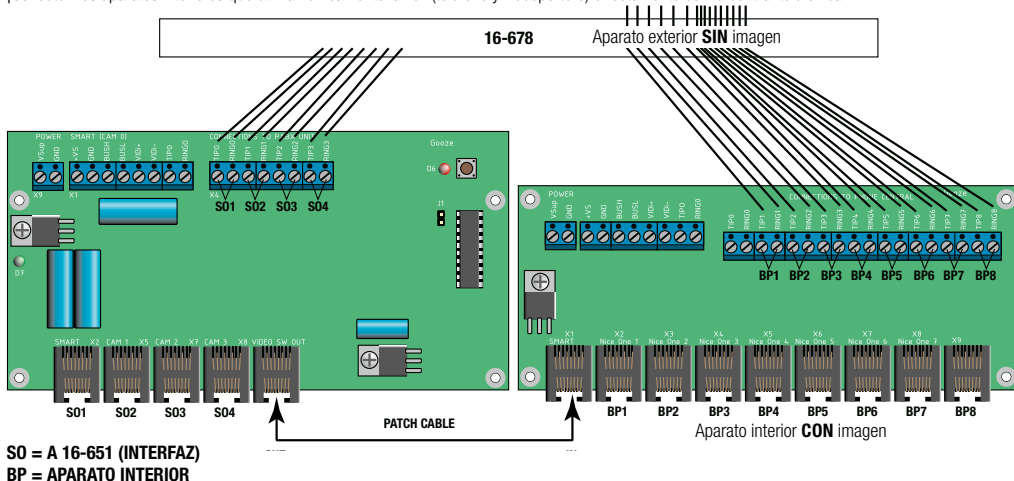

fig.1: circuito impreso selector (izquierda) y circuito impreso repartidor (derecha) situados en el interior del selector de vídeo 16-676-01.
- Conectar el cable de conexión puente suministrado a los conectores RJ45 como se indica en el fig. 1.
- Conectar los aparatos exteriores y/o los módulos de cámara (máx. 4) a los conectores RJ45 lo más a la izquierda posible (fig.1).
Sacar la clavija de la toma antes de enchufar el aparato. La cara trasera del selector de vídeo está provista de aperturas a través de las cuales podrán pasar las líneas telefónicas. Conectar las líneas telefónicas analógicas al bloque de conexión situado en el interior del selector de vídeo (fig. 1). Las conexiones TIPO y RING0, ..., TIP3 y RING3 de la placa electrónica izquierda del selector son las de las líneas telefónicas a las cuales están conectadas las interfaces (entradas SO1, SO2, SO3 en SO4).
Si una interfaz (aparato exterior con cámara) o una interfaz de cámara (cámara externa) está conectado a uno de los bornes de entrada de la interfaz (fig. 1, S01, S02, S03 o S04), se podrá visualizar la imagen de una de las cámaras en todos los aparatos interiores programados. Programar la señal de video dirigible utilizando la interfaz (ver modo de empleo del 16-651).